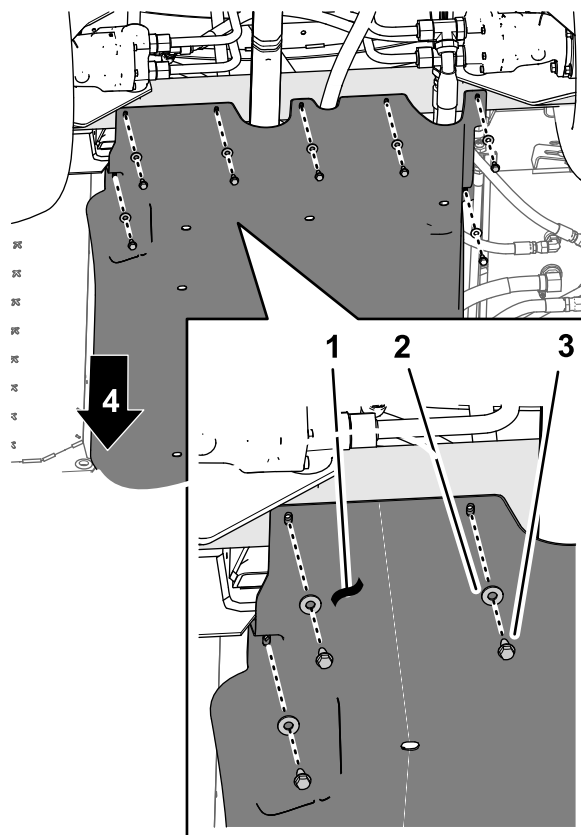
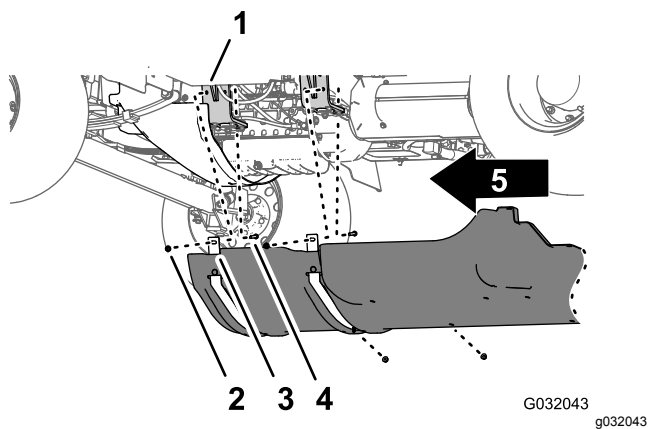

Figura 44
Figura 45
1. Rimuovete i 7 bulloni a testa flangiata (5/16" x 7/8") e le 7 rondelle (5/16") che fissano la parte posteriore della copertura del carrello al telaio della macchina (Figura 44).
2. Rimuovete i 4 dadi di bloccaggio flangiati (5/16") dai bulloni e dal bullone a testa tonda che fissano le cinghie di supporto della copertura del carrello alle staffe di supporto del motore della macchina (Figura 45).
4. Rimuovete la copertura del carrello dalla macchina (Figura 44 e Figura 45).